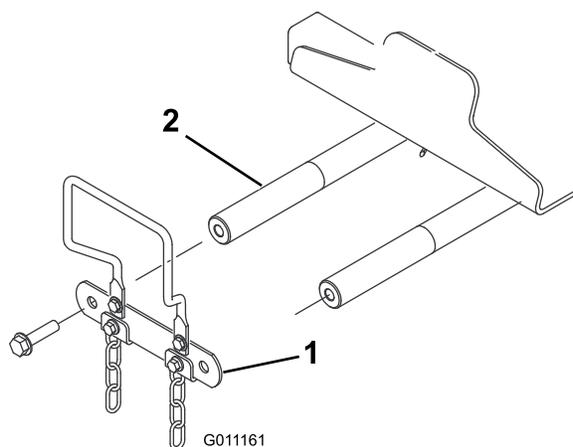

Рисунок 10
4. В передней части машины отверните 2 фланцевых колпачковых винта (1/2 x 2 дюйма), которые крепят тягу оси поворота к осям поворота подъемного рычага и снимите тягу (Рисунок 10).